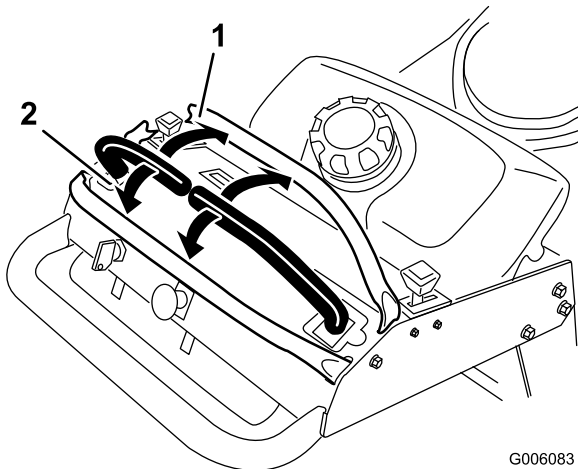

Bild 8
3. Schieben Sie für das Vorwärtsfahren die Fahrtriabshebel langsam vorwärts (Bild 8).
Wenden Sie zum Geradeausfahren auf beide Fahrtriabshebel denselben Druck an (Bild 8).
Bewegen Sie zum Wenden den Fahrtriabshebel in Richtung Neutral, in dessen Richtung Sie wenden möchten (Bild 8).
2. Ziehen Sie zum Rückwärtsfahren die Fahrtriabshebel langsam nach hinten (Bild 8).
Verringern Sie zum Wenden den Druck auf den Fahrtriabshebel an der Seite, in deren Richtung Sie wenden möchten (Bild 8).